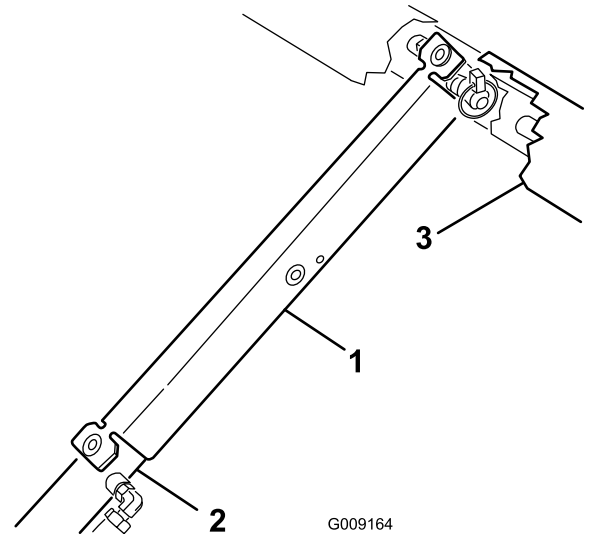

Figura 14
3. Empuje el soporte de la plataforma sobre la varilla del cilindro y asegúrese de que los extremos del soporte descansan sobre el extremo del cuerpo del cilindro y el extremo de la varilla del cilindro (Figura 14).